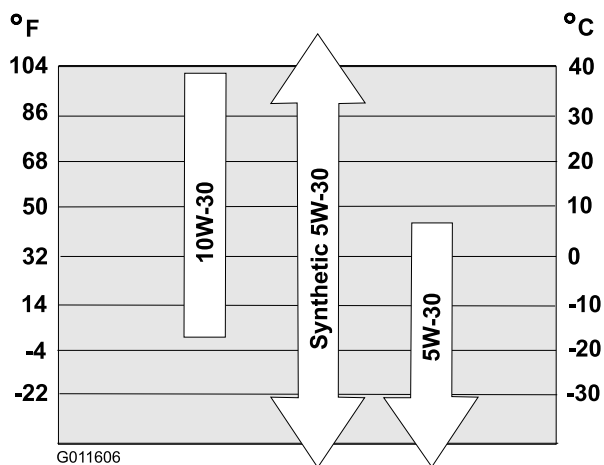

Bild 14
Wählen Sie in Bild 14 die beste Ölviskosität für den erwarteten Bereich der Außentemperaturen aus:
**Hinweis:** Füllen Sie das Getriebe mit Öl, bis der Peilstab angibt, dass der Ölstand richtig ist, wie in Bild 14 dargestellt. Wenn Sie zu viel Öl in den Motor füllen, lassen Sie etwas Öl ab, siehe Wechseln des Motoröls“.